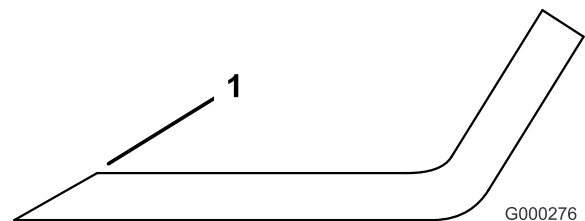

Figura 87
3. Inspeccione as extremidades de corte de todas as lâminas e afie-as se apresentarem sinais de desgaste ou ranhuras (Figura 87).
Nota: Afie apenas a zona superior da parte cortante e mantenha o ângulo de corte original para garantir um desempenho eficaz da lâmina (Figura 87). A lâmina mantém o equilíbrio se for retirada a mesma quantidade de metal de ambas as partes cortantes.